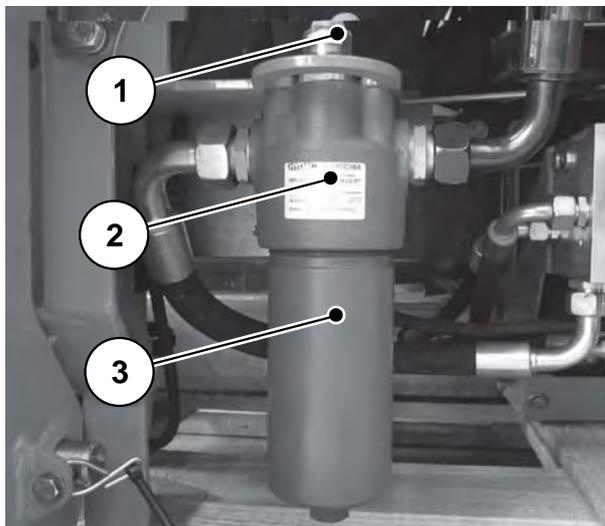

Imagen 9.38: Filtro de presión hidráulico
Para asegurar un funcionamiento duradero y sin averías, le recomendamos que utilice filtros de presión de sistema hidráulico (Imagen 9.38), y en el caso de que éste esté sucio, que sustituya el cartucho del filtro.
Para reconocer la suciedad, existe un indicador de suciedad (Imagen 9.38 posición 1) incluido en el filtro de presión (Imagen 9.38).
1. Suelte el fondo de filtro (Imagen 9.38 posición 3) con un destornillador SW24
4. Limpiar el cabezal y el fondo del filtro (Imagen 9.38 posición 2) en el área de la rosca la superficie densa y verifique si existen daños mecánicos.
6. Atornille el fondo de filtro (Imagen 9.38 posición 3) con destornillador SW24 hasta el tope y desatorníllelo un cuarto de vuelta.